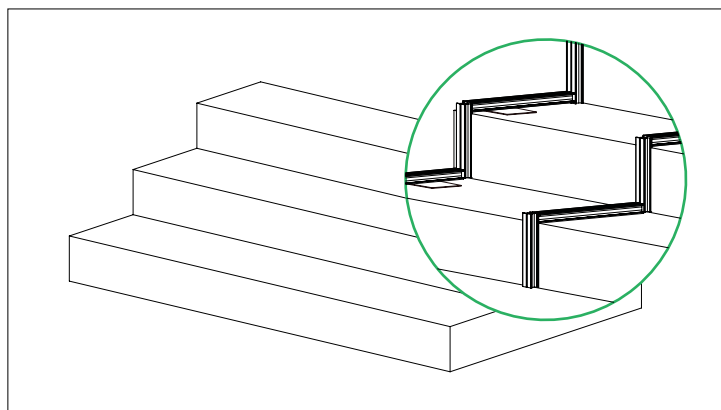

Рис. 1
- На ровные бетонные ступени с предварительной укладкой резиновой подушки 100x100x5 мм; монтажные лаги устанавливаются перпендикулярно профилю ступени (рис. 1).